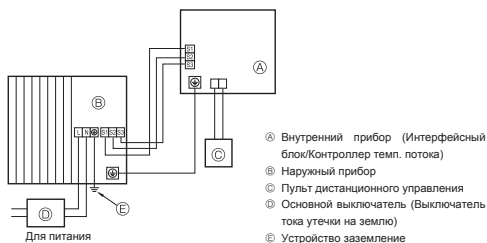
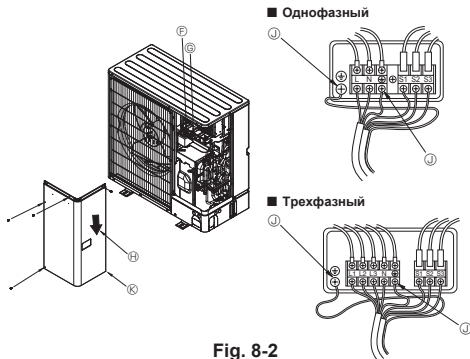

Fig. 8-1
Fig. 8-2
8.1. Наружный прибор (Fig. 8-1, Fig. 8-2)
- ① Снимите защитную панель.
- ② Подсоедините кабели, как указано на Fig. 8-1 и Fig. 8-2.